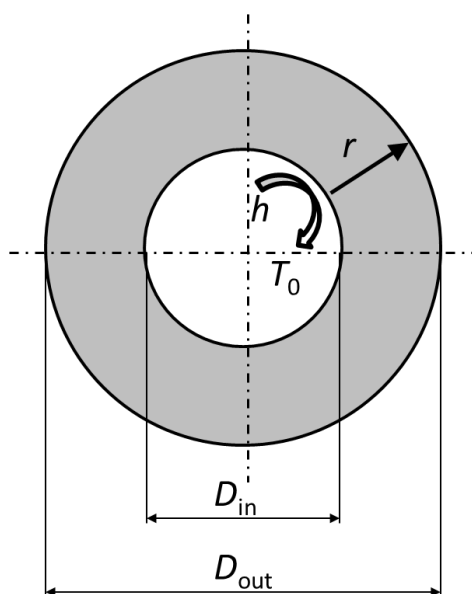

Figura 1
- 4) (a casa) Una corrente elettrica pari a 10 A scorre in un cilindro cavo (diametro interno  $D_{\text{in}} = 2$  mm, diametro esterno  $D_{\text{out}} = 4$  mm, resistività  $r = 2.5 \times 10^{-7}$   $\Omega \times \text{m}$ , diffusività  $\alpha = 11 \times 10^{-5}$  m2/s, conducibilità  $k = 3.5$  W/(m K)), di lunghezza molto maggiore della dimensione trasversale. Il conduttore è isolato sulla superficie esterna, mentre nella parte interna contiene un fluido ad una temperatura costante  $T_0 = 300$  K, che è anche la temperatura iniziale del cilindro (coefficiente di scambio termico con il fluido  $h = 100$  W/(m2 K)) (Figura 1).